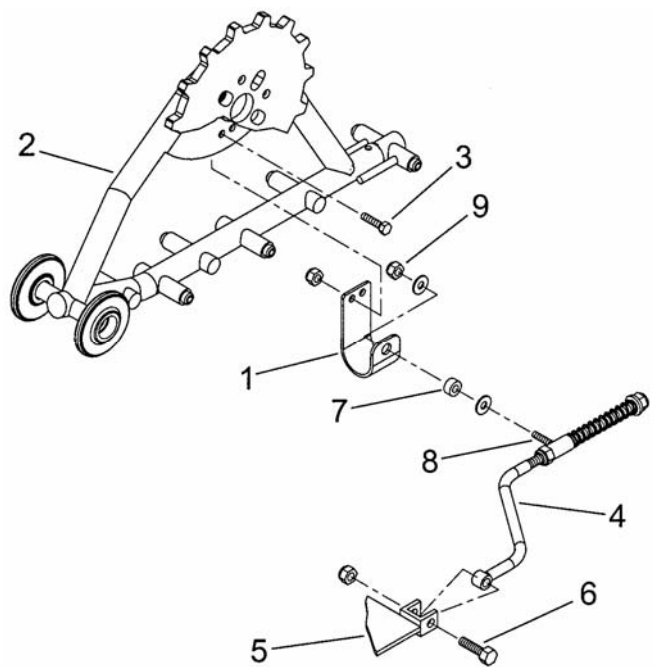

FIGURE 2
5. Installez la plaque en "J" (FIGURE 2, # 1) au châssis tubulaire (FIGURE 2, # 2) avec 2 boulons hex. 7/16" NC x 1 1/4" LG (FIGURE 2, # 3) et deux écrous nylon 7/16" NC.
6. Installez les barres stabilisatrices (FIGURE 2, # 4) à la ou les plaque(s) d'attache(s) (FIGURE 2, # 5) sous le VTT en premier, avec le boulon hex. 7/16" NC x 2 1/2" LG (FIGURE 2, # 6) et un écrou nylon 7/16" NC.
7. Fixez l'autre partie des barres stabilisatrices (FIGURE 2, # 4) à la plaque en "J" (FIGURE 2, # 1), placez le coussinet d'usure (FIGURE 2, # 7) dans la plaque en "J" en premier, ensuite une rondelle plate 7/16" DIA. de chaque côté, passez la tige filetée (FIGURE 2, # 8) dans la plaque en "J" et vissez l'écrou nylon 7/16" NC (FIGURE 2, # 9) en y mettant de l'anti-grips (loctite).